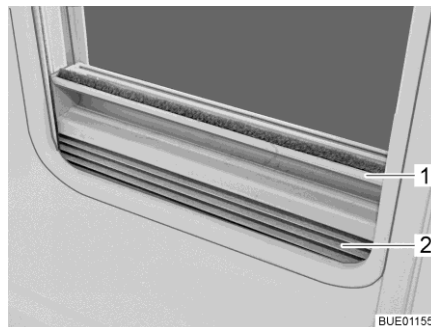

Bild 52 Plisségardin
- Stänga:** ■ Ta tag i mitten på plisségardinens (Bild 52,2) list (Bild 52,1) och drag den nerifrån och upp och släpp loss den vid önskad höjd. Plisségardinerna stannar på denna höjd.